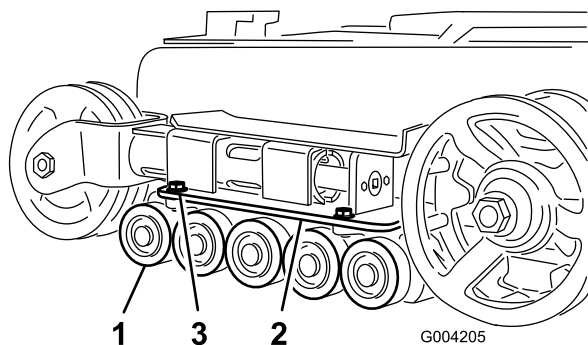

Рисунок 45
2. Отвинтите 4 болта, которые крепят нижнюю направляющую каждой гусеницы, которая включает в себя опорные катки, и снимите их (Рисунок 45).